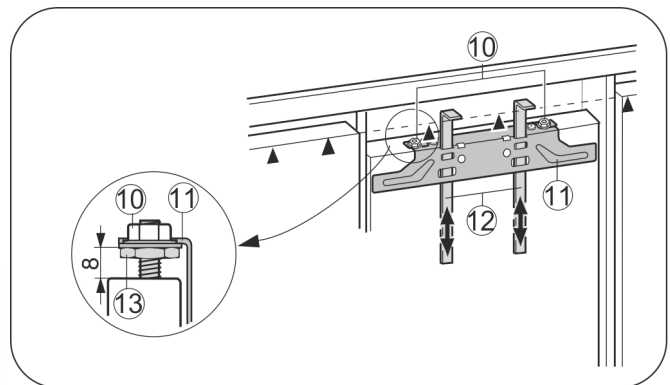

Fig. 17
- ▶ Spingere gli attrezzi di montaggio Fig. 17 (12) verso l'alto, all'altezza dell'anta del mobile. Bordo inferiore di battuta dell'attrezzo di montaggio = Bordo superiore dell'anta da montare.
- ▶ Allentare la traversa di fissaggio Fig. 17 (11) svitando i controdadi Fig. 17 (10).